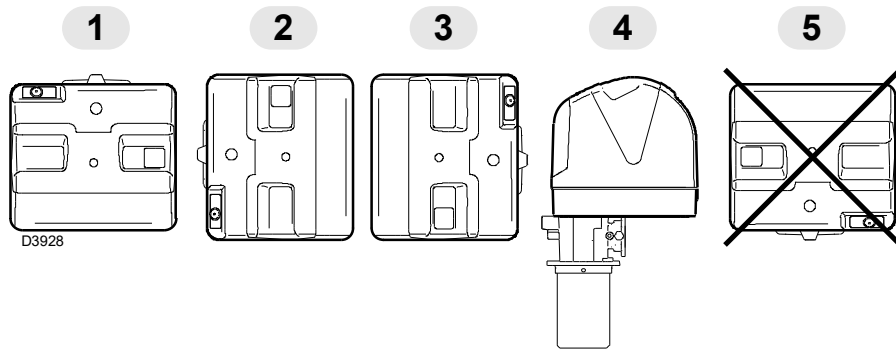

Fig. 7
- Le brûleur n'est prévu que pour fonctionner dans les positions **1, 2, 3** et **4** (Fig. 7).